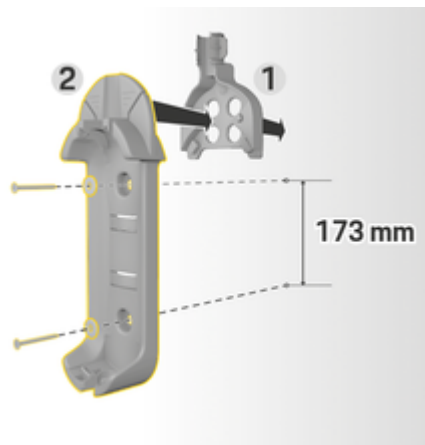

Fig. 404: Dimensiuni de găurire
3. Apăsați suportul de perete de bază 2 (Fig. 404) în ghidajul cablului 1 (Fig. 404) din față.